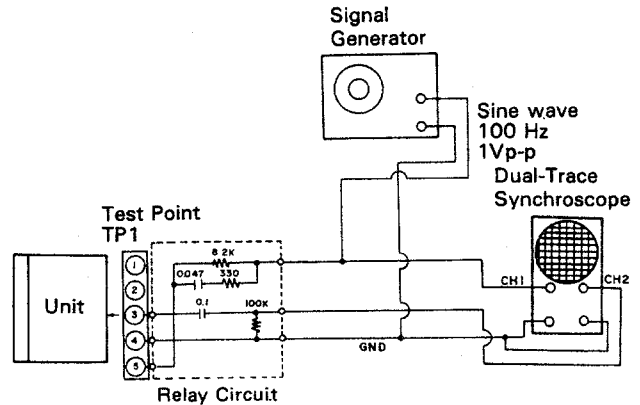

Figure 16-1
(1) Adjustment of focus balance
- a. Connect an oscilloscope as shown in Fig. 16-1.
Relay circuits must be included in the circuitry connections shown in Figs. 16-1 and 16-2. Without these relay circuits connected, the output waveform on oscilloscope become unclear or no sync operation is available.
- a. Das Oszilloskop anschließen, wie in Abb. 16-1 dargestellt.
Die Relaisschaltungen müssen in den Schaltverbindungen (Abb. 16-1 und 16-2) enthalten sein. Ohne das Vorhandensein dieser Relais-Schaltverbindungen, ist die Ausgangswellenform am Oszilloskop unklar bzw. es ist kein Synchronisierungsbetrieb möglich.
- a. Raccorder un oscilloscope de la manière indiquée à la Fig. 16-1.
Les circuits de relais doivent être compris dans les connexions des circuits indiquées dans les Fig. 16-1 et 16-2. Si ces circuits de relais ne sont pas connectés, la forme d'onde de sortie sur l'oscilloscope devient peu claire et l'opération sync. N'est pas possible.